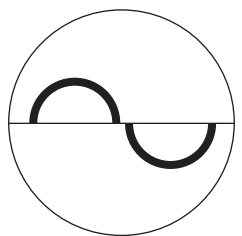

图1 视场中心的半圆图像。
- 使用裂隙灯操纵杠控制进行任何必要的矫正，直至观察到被压平平面成为视场中心的两个相等面积的半圆平面。（图1）用操纵杠向下做小的调整不会影响半圆图像的大小。